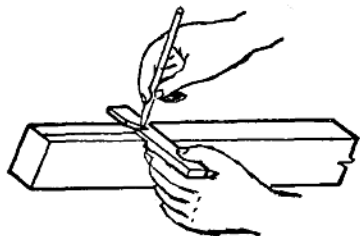

图1-6 墨株划线法
(2) 墨株划线法。墨株是一种简单的划线工具，划线时，墨株沿木料基准边移动，用竹笔或铅笔放在刻槽内随着移动，即可划出与基准边相平行的直线，见图1-6。